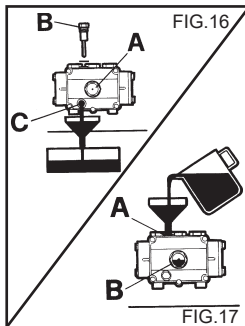

FIG. 16
2) Løsne korken med målepinnen (fig. 16).